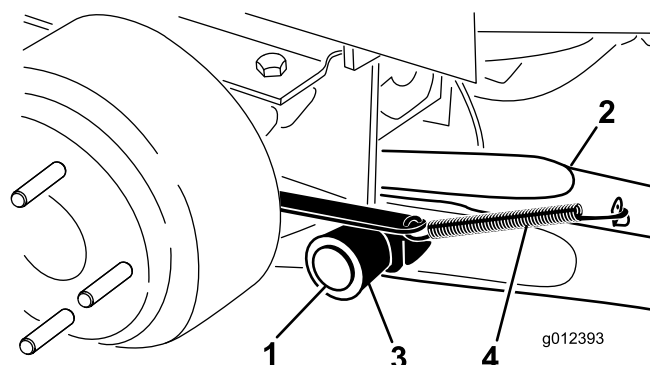

図 3
4. ピボット・ピン 1 本、コッター・ピン 1 本を使って、ピボット・ブラケットに昇降アームを取り付ける（図 3）。昇降アームを、曲がった部分が外側を向くようにして取り付ける。
5. ブレーキ・リターン・スプリングを昇降アームのタブ引っ掛ける（図 3）。